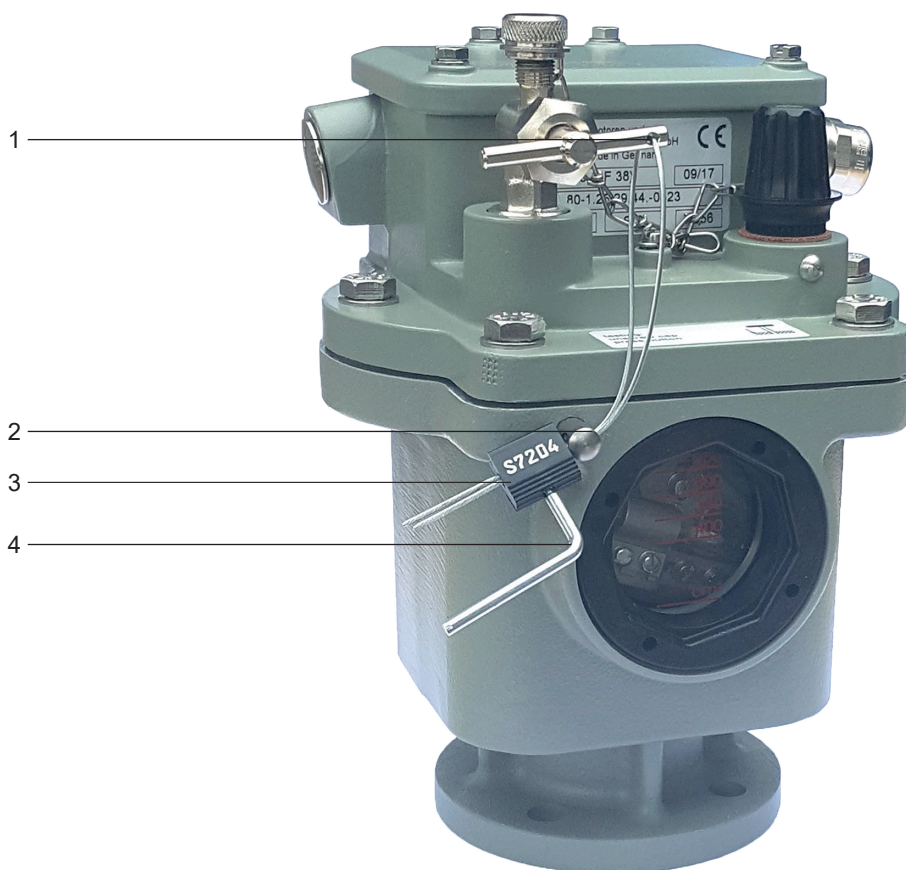

Abb. 17 - Gasrelais CF 38 mit Plombe
- das Sicherungsseil wie in Abb. 17 dargestellt, durch die Bohrungen am Ventilgriff (Abb. 17/ Nr. 1) und am Gehäuse (Abb. 17/ Nr. 2) führen
- anschließend beide Enden des Seils durch den Plombenkörper (Abb. 17/ Nr. 3) fest anziehen
- mit dem angebrachten Werkzeug (Abb. 17/ Nr. 4) die Klemmschraube der Plombe anziehen um das auf Spannung gezogene Seil zu sichern
Das Gasrelais mit Sicherungsplombe, wie in Abb. 17 dargestellt, wird ohne Schutzklappen geliefert.